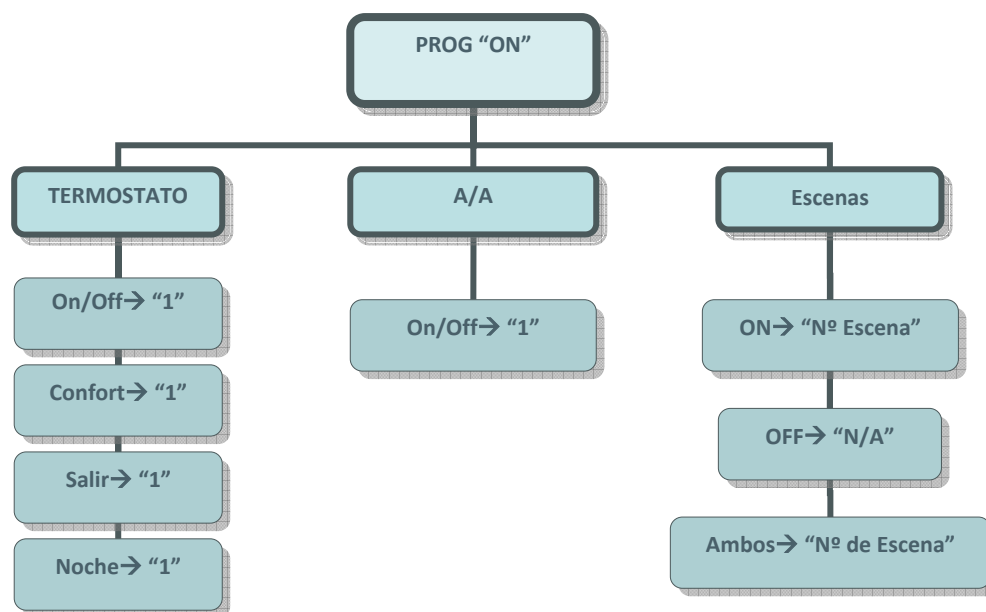
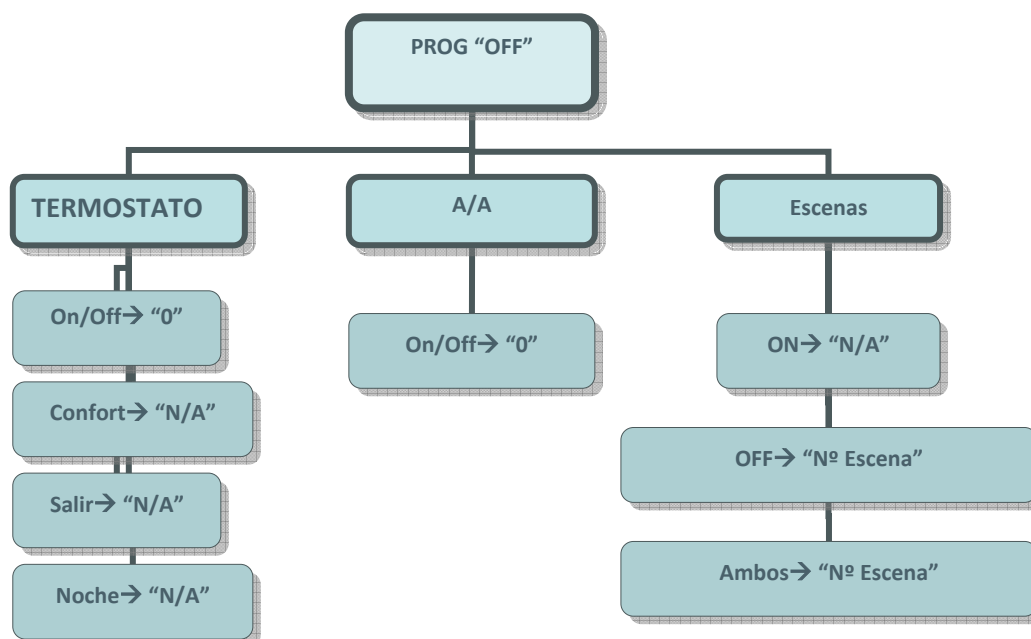

Figura 3.1
Figura 3.2
***Nota:** Se ha comentado anteriormente que las programaciones horarias controlan cualquier objeto binario de los dispositivos en la instalación. En la **Figura 3.1** y la **Figura 3.2**, podemos apreciar cómo afecta al THERMOSTATO, al A/A y a las ESCENAS, el envío de un “1” ó un “0” a través del Canal Correspondiente.*